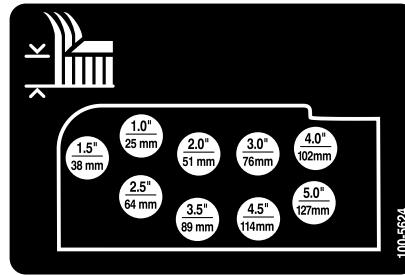

Figure 23
- Montez les chaînes de hauteur de coupe dans le trou correspondant à la hauteur de coupe voulue à l'aide de l'axe de chape et de la goupille fendue (Figure 23).